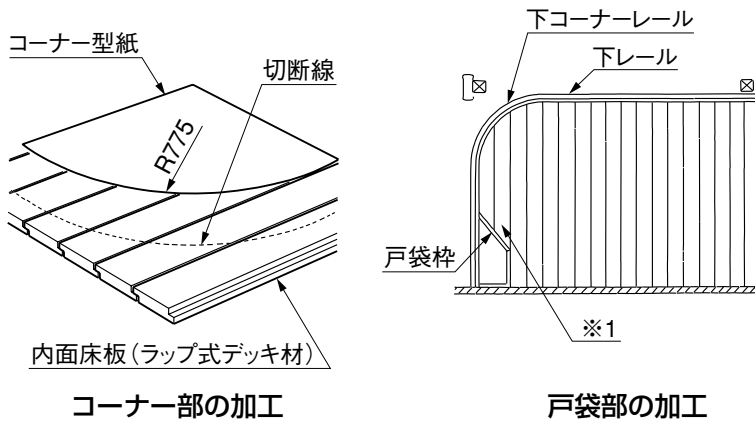

図13-2
- 戸袋内収納の場合は、図13-2のように戸袋枠に合わせて切断してください。(※1)